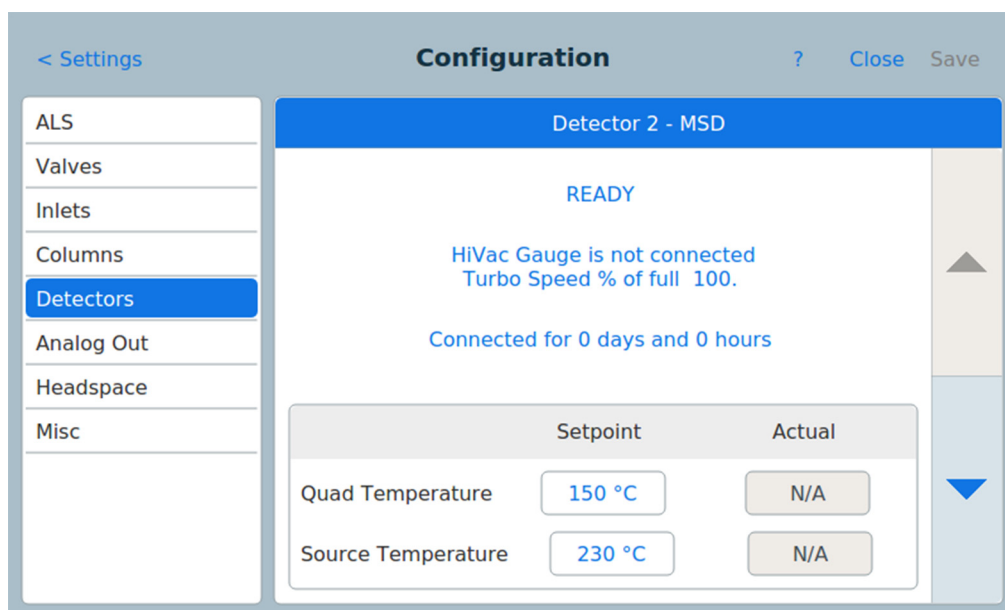

Figura 59 Página de parámetros del detector MSD
- 3 Pulse el tipo de dispositivo **Detectors** de la lista de la izquierda de la página. Las propiedades del tipo de dispositivo seleccionado aparecerán en el lado derecho de la página. Consulte Figura 59.
- 3 Pulse el tipo de dispositivo **Detectors** de la lista de la izquierda de la página. Las propiedades del tipo de dispositivo seleccionado aparecerán en el lado derecho de la página. Consulte Figura 59 en la página 146.